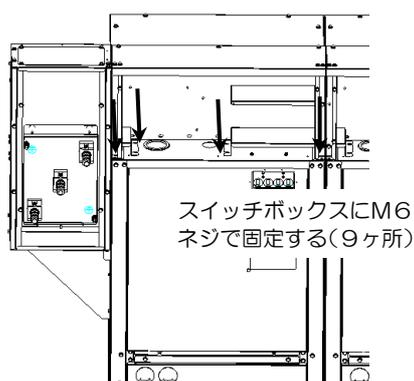

図 4-1 配線ダクトボックス取付け
- ① 配線ダクトボックスの正面パネルを取り外します（配線完了後『7.カバー取付け』にて再度取り付けます）。
- ② スイッチボックスの上に図4-1のように配線ダクトボックスを乗せ、M6ネジ（付属品）にてスイッチボックスに1台当たり9ヶ所固定します。
- ③ ターミナルボックスと配線ダクトボックス、及び配線ダクトボックス同士をM6ネジ（付属品）にて固定します。